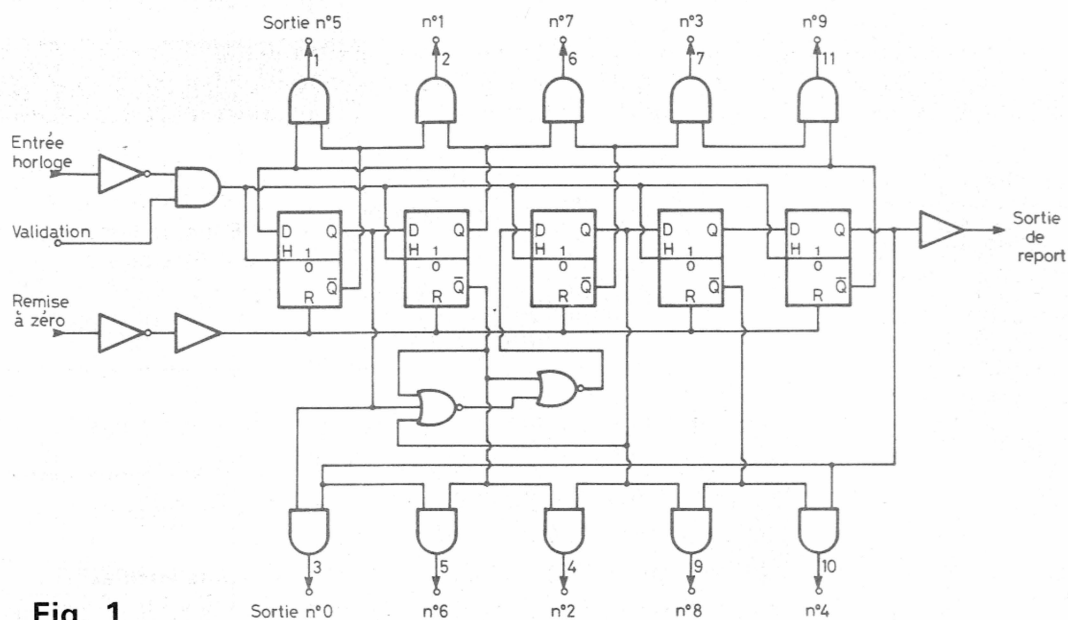

Fig. 1
**D**E technologie CMOS (complémentary-métal-oxyde semi-conducteur), le circuit 4017 est un compteur diviseur par 10, à sorties décodées. Le décodage des impulsions est effectué par une cascade de cinq bascules Johnson (fig. 1). Le compteur est avancé par les fronts positifs d'horloge, pour autant que la borne de validation soit à l'état « 0 » (entrée du circuit sur une porte NAND). Une impulsion positive distribuée par la borne 15 aux cinq bascules, remet le circuit à zéro.
La figure 1 donne le schéma synoptique du montage. L'ensemble ne fonctionne, évidemment, que si l'interrupteur d'antivol (caché à l'intérieur du véhicule) est sur marche. Les passagers ont alors 20 s (1re temporisation) pour sortir, ouvrir et fermer le capot et le coffre.
Fig. 1. - Une fois l'interrupteur dissimulé manœuvré, les passagers n'ont plus que vingt secondes pour sortir du véhicule. L'alarme est retardée de dix secondes pour permettre au conducteur de couper l'antivol.